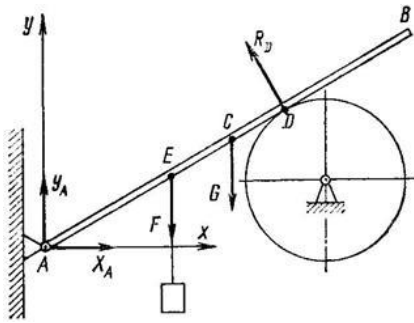

Рисунок 11
2. Однородный брус АВ (рис. 11) весом $G = 250 \text{ Н}$ прикреплен к стене при помощи шарнира А и в точке D опирается на гладкий цилиндр. В точке Е к бруску подвешен груз $P = 800 \text{ Н}$. Определить реакцию цилиндра и шарнира, если $AE = 1,2 \text{ м}$; $AC = BC = 1,5 \text{ м}$; $AD = 1,7 \text{ м}$ и $\angle B A x = \alpha = 40^\circ$.